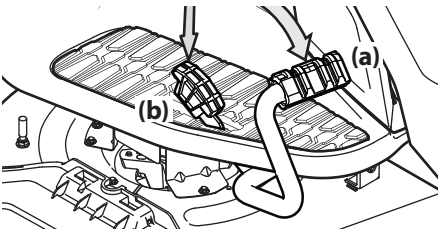

Figura 26
2. Para conducir HACIA ADELANTE, presione lentamente el pedal de marcha adelante (a) hasta alcanzar la velocidad deseada. Consulte la Figura 26.
3. Para conducir MARCHA ATRÁS, verifique que el área de atrás esté despejada; luego presione lentamente hacia adelante el pedal de marcha atrás (b) hasta alcanzar la velocidad deseada. Consulte la Figura 26.